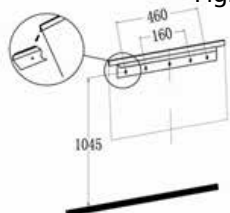

Fig. 4
- Per una visione ottimale, segnare le quattro posizioni di fissaggio delle viti superiori sulla parete in base alle dimensioni di fissaggio consigliate - vedere Fig. 4.
- Sollevare con cura la stufa assicurandosi che la sporgenza posteriore superiore della stufa si agganci alla staffa a parete lunga (vedere la parte nel cerchio della Fig. 4) e sia posizionata centralmente.